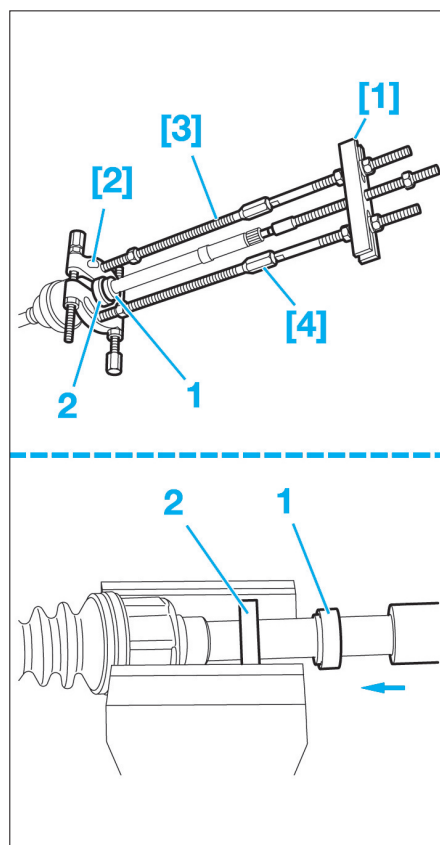

Fig. 7
- Déposer la bague d'étanchéité (1) et le roulement (2) du palier intermédiaire à l'aide des outils [1], [2], [3] et [4] (Fig.7).